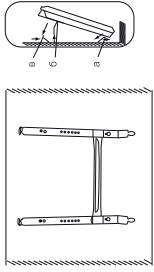

FIG. 5
- поместить кронштейн на стену и закрепить его (рис. 5);